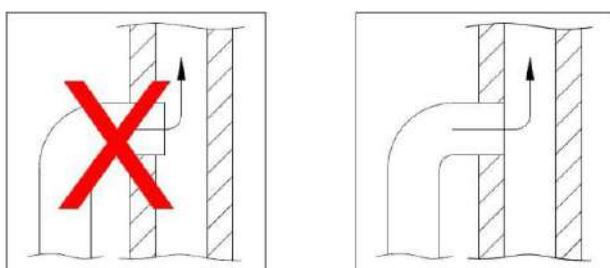

Figure 4
5. Lors du raccordement du poêle à la cheminée, insérez le tuyau d'évacuation dans la celle-ci et fixez celui-ci à l'ouverture à l'intérieur de la cheminée. Le tuyau de fumée ne doit pas passer par l'ouverture de la cheminée elle-même et doit être affleurant à l'intérieur du tuyau de cheminée. Comme le montre la figure 4, la connexion entre la maçonnerie et le tuyau de fumée doit être scellée à l'aide de matériaux ou lattes ignifugés (figure 4). Deux appareils ne doivent pas utiliser le même conduit.